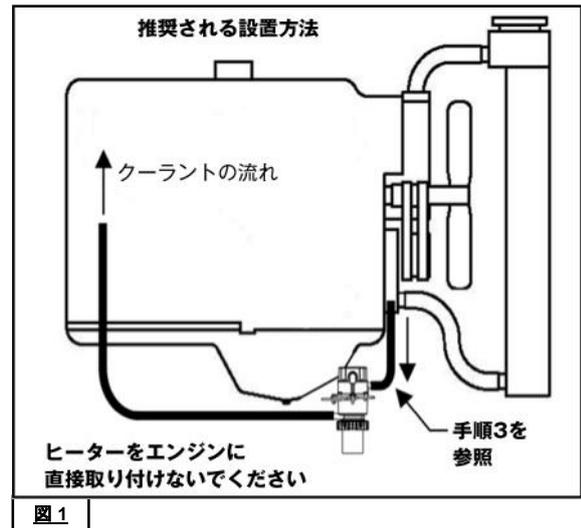

図1
2. 本製品をポンプ部が下、電源コード接続部が上になるように取り付けます(図1参照)。また、本製品は、機器のフレームなど適切な部位のできるだけ低い位置に取り付けてください(本製品がエンジンのウォータージャケットの底部よりも低い位置になければいけません。また、本製品の吸水口はエンジン側のクーラント排出口よりも低い位置でなければいけません)。
本製品を正しく稼動させるには、図1のように縦向きに取り付ける必要があります。
エンジンから本製品につないだ吸水ホースは、常に下向きになるようにしてください。途中に山状や谷状の個所があると、空気だまりが発生する可能性があります。また、エンジン側のクーラント排出口の位置が、できるだけ本製品のすぐ真上となるようにしてください(図1参照)。こうすると、始動時にヒーターから空気が抜けやすくなり、クーラントが安定して流入するようになります。